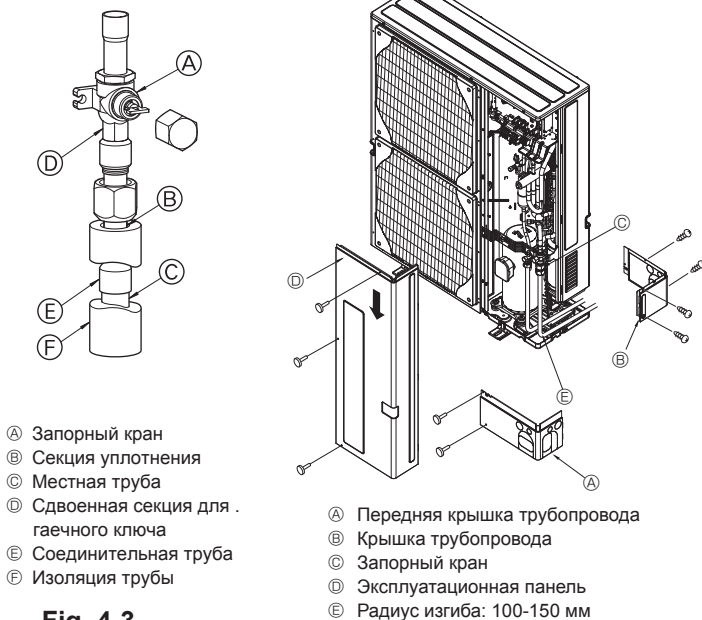

Fig. 4-3
- Для соединения труб со стороны газа необходимо выполнить следующие операции. (Fig. 4-3)
- Припаяйте соединительную трубу (E), предназначенную для присоединения к наружному прибору, используя твердый припой местного производства, и местную трубу (C) из бескислородной меди.
- Присоедините соединительную трубу (E) к запорному крану со стороны газа. Используйте два ключа, чтобы затянуть гайку с фланцем.